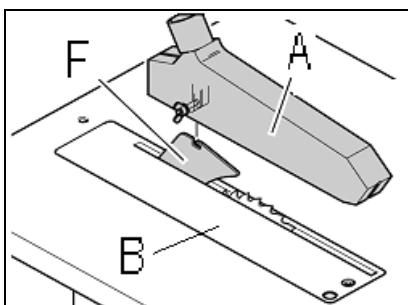

Fig 18
Fixer le protecteur de scie (A, Fig 18 sur le couteau diviseur (F) avec 1 vis borgne, 1 rondelle et écrou papillon..